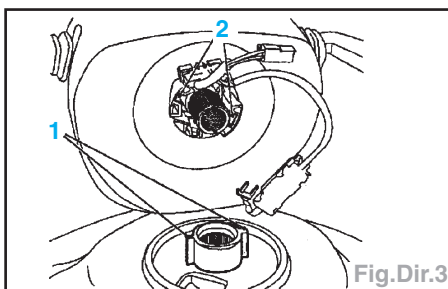

Fig.Dir.3
**Nota** : Faire attention à ce que les taquets d'entraînement (2) de l'unité de contact s'engrènent dans le moyeu du volant (1) (Fig.Dir.3).